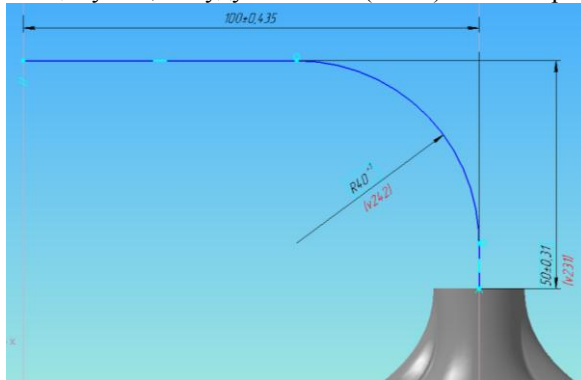

Рис.4 – Побудова осьової лінії
5. Для побудови елемента по перерізах з осьовою лінією вибрати координатну площину *XY*, побудувати ескіз (Рис.4). Вийти з режиму ескізу.